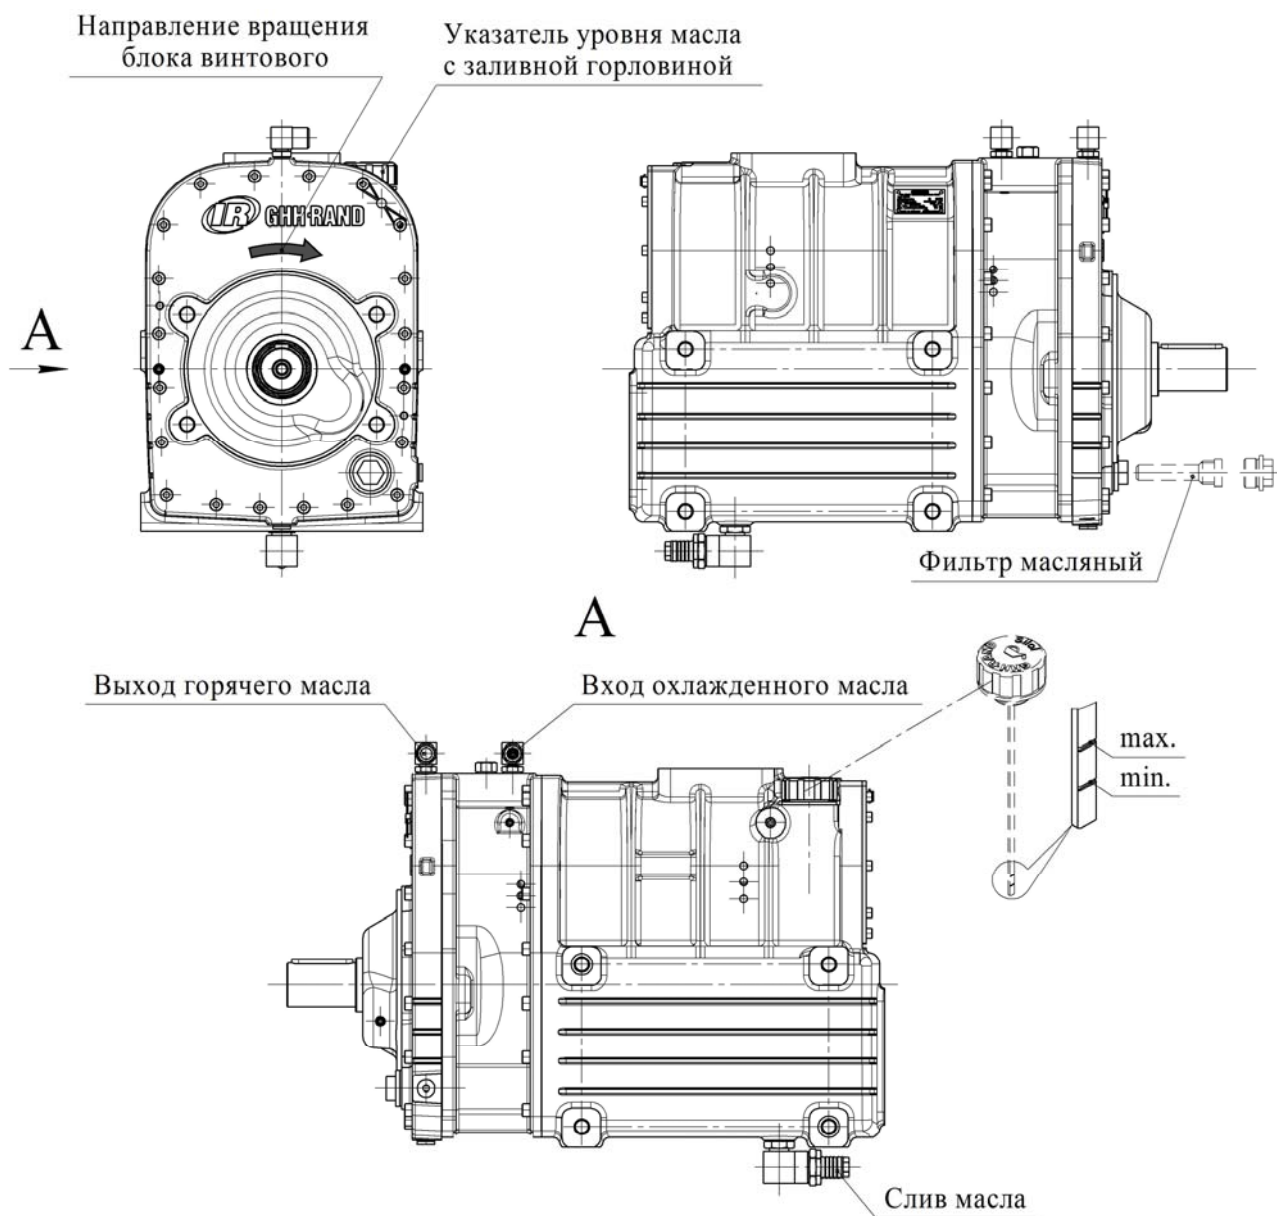

Рис. 2. Блок винтовой.
Для обеспечения смазки подшипников и зубчатых зацеплений винтового блока в корпусе винтового блока предусмотрен масляный насос, который перекачивает масло из картера к местам смазки. В масляной магистрали для очистки масла устроен сетчатый масляный фильтр (см. рис.2), который закрыт пробкой снаружи со стороны приводного вала. Для охлаждения масла служит **теплообменник 10**, закрепленный на задней панели вместе с воздухопроводом и вентилятором. На входе в радиатор (нижний штуцер) вмонтирован термодатчик, сигнал от которого **через реле температуры 13** поступает на панель управления. При превышении температуры 110 °С на панели загорается красная сигнальная лампа и установка отключается.
-  - при первом пуске удостовериться, что направление вращения вала блока винтового соответствует стрелке, указанной на винтовом блоке (см. рис.2), а направление потока охлаждающего воздуха от теплообменника наружу;